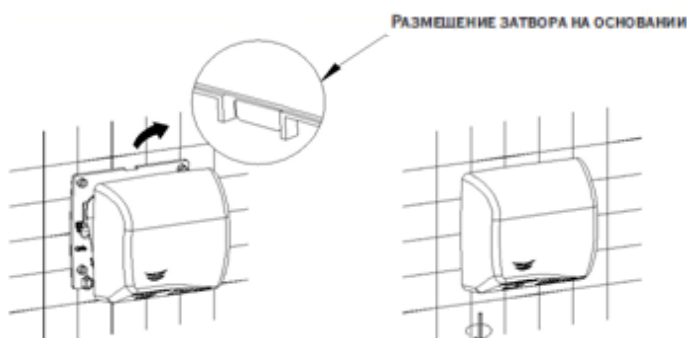

Рисунок 9
5. УСТАНОВИТЬ КОРПУС СУШИЛКИ НА ЕЕ ОСНОВАНИИ, ВСТАВИВ ВЕРХНИЙ ЗАТВОР ТОЧНО В ПАЗ ОСНОВАНИЯ (СМОТРИТЕ РИС. 9).